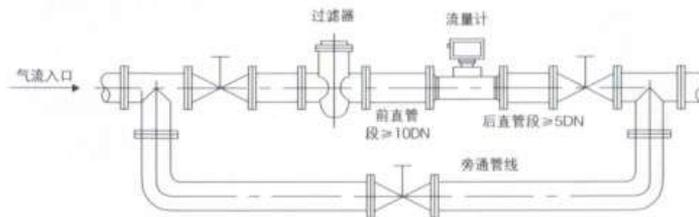

图2 旁通管道安装图
- 12、为了不影响流体正常输送，建议按图 2 安装旁通管路，在正常使用时必须关闭旁通管道阀门。